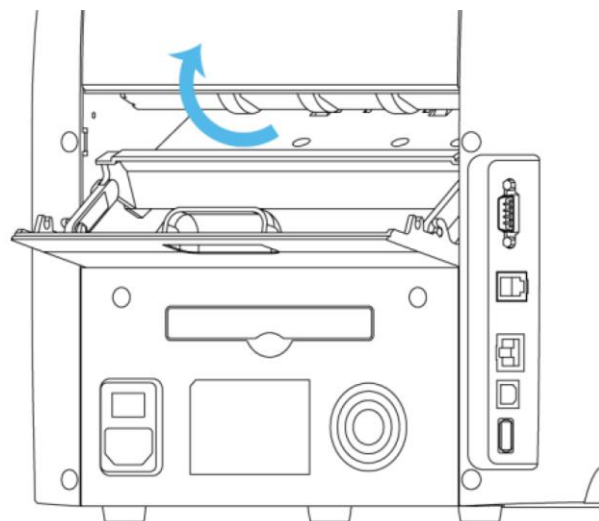

Fig. 21 - Instrucción para desatascar billete en desviador.
- Rara vez algún billete se puede atascar en el desviador (diverter) y puede llegarse a presentar dificultad para retirarlo. En ese caso apague el equipo y gire los rodillos en reversa usando la mano, como se muestra en la Fig. 21, luego el billete se moverá hacia atrás y se podrá retirar fácilmente.